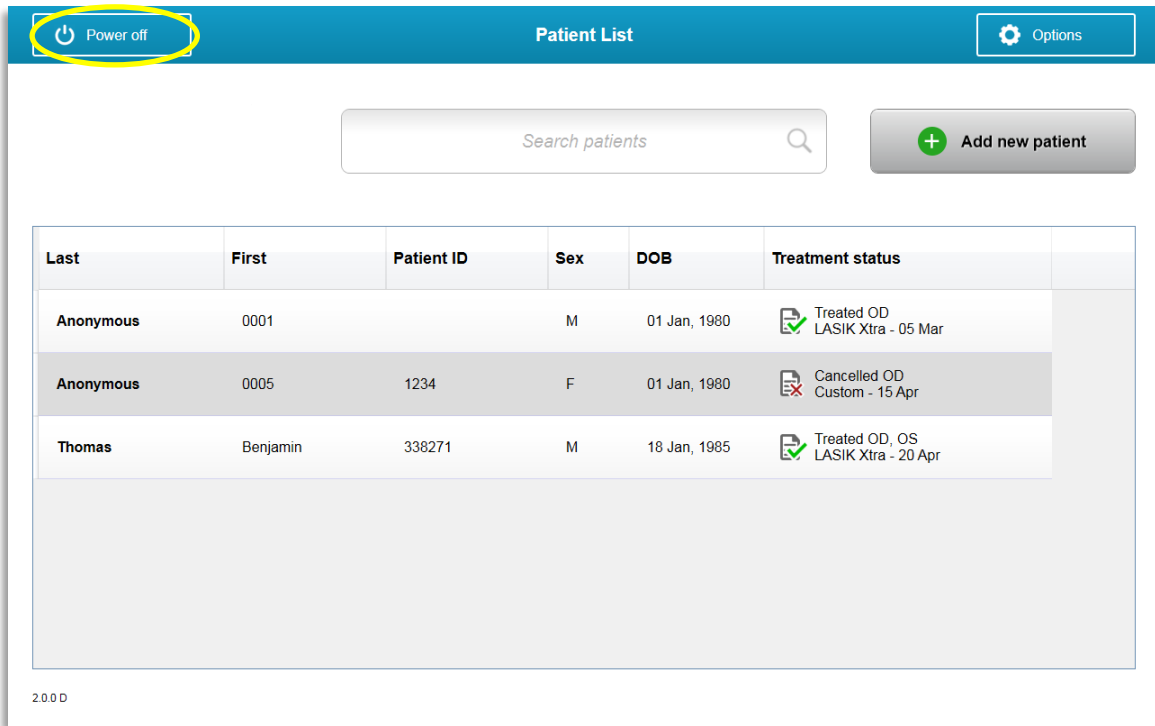

Bild 3-47. Välj "Stäng av" (Power Off)
- Välj "Stäng av" (Power Off) på hemskrmen "Patientlista" (Patient List) enligt bild 3-47.